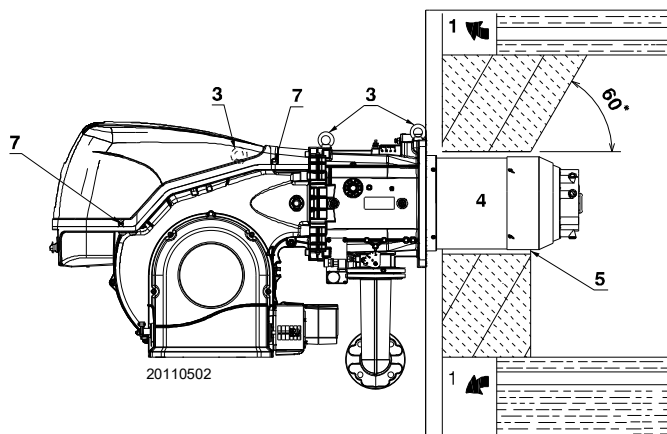

Fig. 13
Pentru centralele cu trecere frontală a gazelor arse 1)(Fig. 13) sau cu cameră de flacără inversă, o căptușeală refractară 5), între căminul refractar 2) și duza 4).
Pregătiți un sistem de ridicare adecvat prin agățarea inelelor 3)(Fig. 13), după ce ați îndepărtat șuruburile 7) de fixare a capotei 8).
- Glisați protecția termică furnizată peste duza 4)(Fig. 13).